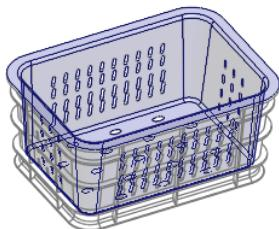

图 16.6 选取连续面
(3) 定义聚合选择。
① 在“聚合选择”菜单中选择 **Surfaces (曲面)** **Done (完成)** 命令，然后在图形区选取模型内壁所有面，如图 16.6 所示，在“选择”对话框中单击 **确定** 按钮，单击 **Done Refs (完成参考)** 命令。